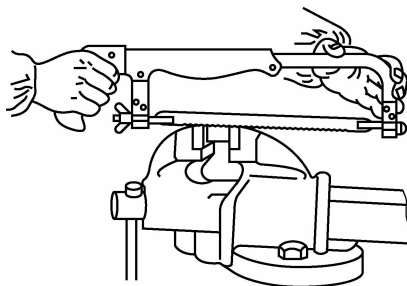

图 3-7 抱锯法
(1) 抱锯法。左手拇指压在锯背上,另外四指第一节指肚扣住锯弓前端,与右手协调将锯弓抱住。抱锯法如图 3-7 所示。